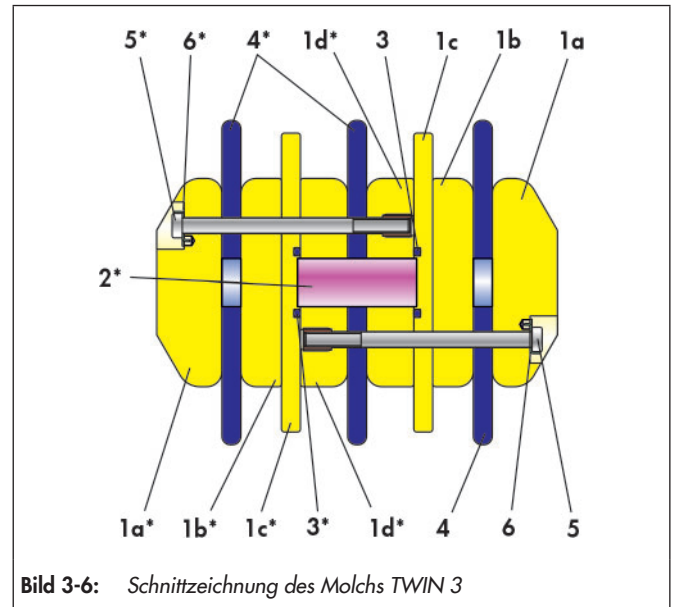

**Bild 3-5: Maßzeichnung des Molchs TWIN 3**
- ⇒ Erster O-Ring (3) jeweils in die Endkappen des Grundkörpers (1a und 1b) einlegen.
- ⇒ Dichtlippe (2) jeweils in die Endkappen des Grundkörpers einlegen und bis auf den O-Ring schieben.
- ⇒ Zweiter O-Ring (3) jeweils in die Endkappen des Grundkörpers einlegen und bis an die Dichtlippe schieben.
- ⇒ Toleranzen und Drehmomente bei der Montage berücksichtigen, vgl. Bild 3-5 und Tabelle 3-4.